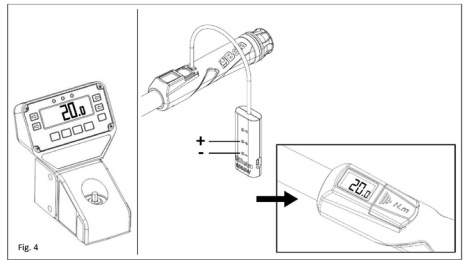

Fig. 4
- Al valore minimo, applicare il carico sulla chiave e ruotare il pomolo della chiave continuando fino al raggiungimento del valore desiderato letto sul Dynatester (fig. 4).
- At the minimum value, apply the load to the wrench, and keep rotating the knob of the wrench, until the required value read on the Dynatester is reached (fig. 4).